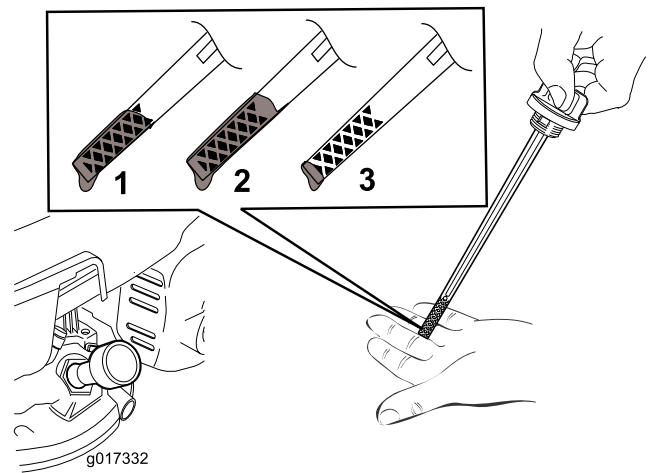

Figura 6
- Nota:** Riempite la coppa dell'olio motore fino a quando l'asta di livello non indica che il livello dell'olio è corretto, come illustrato nella Figura 6. Se riempite eccessivamente il motore, estraete l'olio in eccesso come indicato in Cambio dell'olio motore \(pagina 16\).
2. Togliete l'asta di livello (Figura 6).